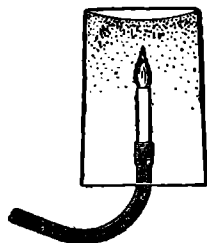

Рис. 39. Над пламенем водорода опрокинут стакан.
■ **Опыт 2.** Подержите над пламенем водорода (не долго) опрокинутый холодный стакан (рис. 39).